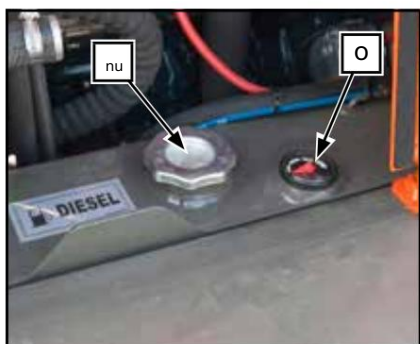

Fig. 1
Nivelul de combustibil. (fig. 1, 2)
c. Dop de golire a rezervorului. (fig. 1)